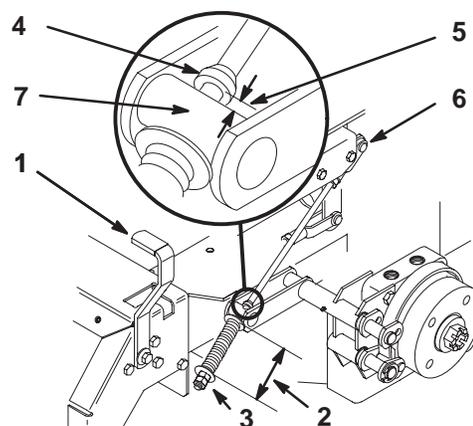

Figure 54
2. Mesurez la longueur du ressort. Les rondelles doivent être distantes de 70 mm (Fig. 54).
3. Si un réglage est requis, desserrez l'écrou de blocage situé sous le ressort et serrez l'écrou directement au-dessous de la chape (Fig. 54). Vissez l'écrou jusqu'à ce que le ressort ait la longueur voulue. Serrez les deux écrous ensemble et répétez la procédure de l'autre côté de la machine.
6. Mesurez la distance entre le galet de tourillon et le collier sur la tige de frein. Elle doit être comprise entre 5 et 7 mm (Fig. 54).
7. Si un réglage est requis, desserrez l'écrou de blocage situé juste au-dessous de la chape. Tournez les écrous de réglage inférieurs jusqu'à obtention de l'écart voulu (Fig. 54). Serrez l'écrou de blocage à la chape.